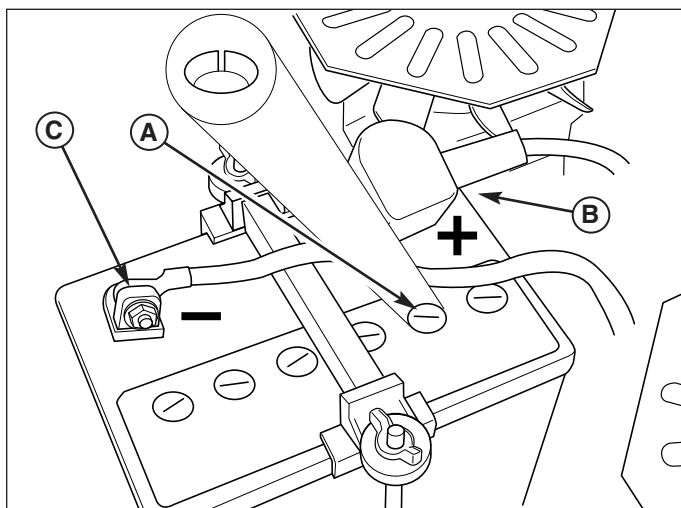

Figura 17. Compartimiento de batería
2. Quite el o los tapones de la batería (A, Figura 17). El fluido debe llegar al nivel de las marcas. Si no es así, añada agua destilada.